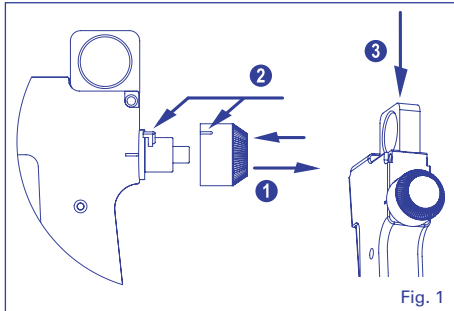
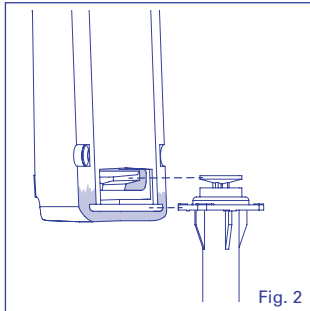

Fig. 1
Fig. 2
Inserting the syringe and setting button (Fig. 1, 2, 3)
- 1 Select button (3) and colour matching syringe (5) according to the volume to be delivered.
- 2 Insert button (3) on shaft as shown in Fig.1 make sure guide (8) enters slot (9) in button. To remove button, just pull out strongly.
- 3 Slide rod (2) down until it stops.
- Insert syringe (5) into recess (4) until it stops (Fig. 2).
Aufsetzen des Einstellknopfes und der Spritze (Abb. 1, 2, 3)
- 1 Einstellknopf (3) und gleichfarbige Spritze (5) dem gewünschten Dosiervolumen entsprechend wählen.
- 2 Einstellknopf (3) wie in Abb.1 gezeigt aufsetzen. Führungsgrippe (8) in Schlitz (9) des Knopfes einfügen.
- 3 Drehknopf wird durch kräftiges Ziehen entfernt. Stange (2) muss bis zum Anschlag nach unten geschoben sein.
- Spritze (5) in Halterung (4) bis zum Anschlag einschieben. (Abb. 2).
Fixation du bouton et de la seringue (Fig. 1, 2, 3)
- 1 Sélectionner le bouton (3) et la seringue (5) de même couleur selon le volume désiré.
- 2 Engager le bouton (3) sur le Stepper selon fig. 1 en veillant à ce que la languette (8) entre dans la fente (9) du bouton. Le bouton s'enlève par une forte traction en arrière.
- 3 Pousser à fond la tige à anneau (2) vers le bas.
- Glisser à fond la seringue (5) dans le logement (4) du Stepper (Fig. 2).